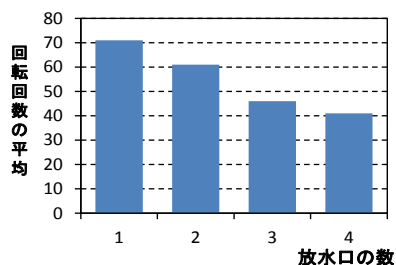

図8 放水口の数と回転回数
(3) ペットボトルと水の放出口の数と平均回転回数は図8のようになった。放水口の数が多い事で回転の速さが増す一方で、水の減りは早くなる。それぞれの効果の恩恵を受けられる本数があると考えていたが、結果的には水の減りを極力ゆっくりにした方が有利という